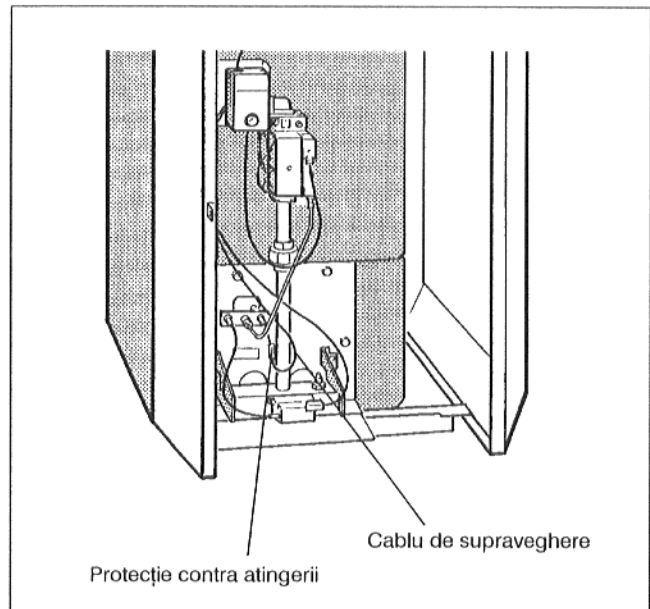

Fig. 36: Cablu de supraveghere
- Se îndepărtează protecția de atingere (Fig. 36) de pe cablu de supraveghere și se decuplează conectorul.